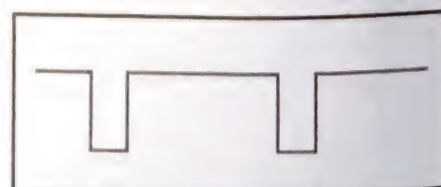

Bild 2. In bestimmten Abständen tauchen auf der RD-Leitung Impulse auf, die anzeigen, daß der Prozessor lesen möchte
Nun kann man den Prüfstift an die Anschlüsse 19, 20, 21 und 22 legen. Welcher Signal-Wert dort anliegt, hängt von den Umständen ab (Bild 2). Da auf der Platine noch wesentliche Bauelemente fehlen, sind die Reaktionen an den Ausgängen der CPU undefiniert.
4. An Pin 22 darf nur die LED H leuchten und eine der LEDs W1 oder W2. Mit dem Oszilloskop kann man die Signale genau ansehen. An Pin 19 und an Pin 21 erscheinen kurze Pulse, wie in Bild 2 sichtbar.